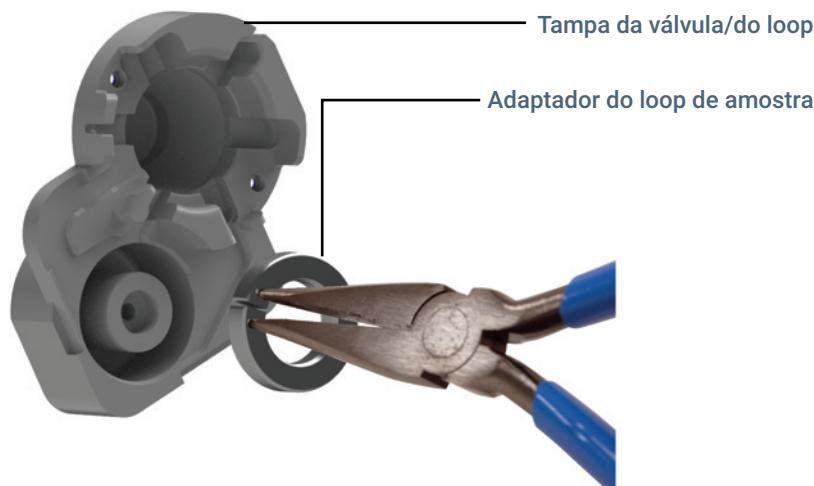

Figura 22. Remover um adaptador de loop de amostra (G4556-20178 mostrado) da tampa da válvula/do loop
- a Segure o adaptador do loop de amostra usando alicates de bico fino nos locais mostrados na Figura 22.
- b Aperte os alicates de bico fino e puxe cuidadosamente o adaptador do loop de amostra do bloco ou da tampa, conforme mostrado na Figura 22.